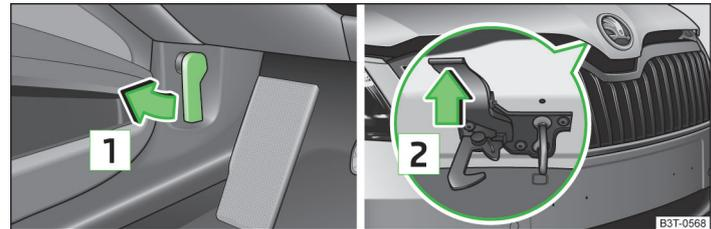

Abb. 161 Entriegelungshebel für Motorraumklappe / Entriegelungshebel
- Am Entriegelungshebel unterhalb der Schalttafel in Pfeilrichtung 1 ziehen » Abb. 161.
- Den Entriegelungshebel in Pfeilrichtung 2 drücken » Abb. 161, die Motorraumklappe wird entriegelt.
Niemals die Motorraumklappe am Entriegelungshebel öffnen » Abb. 161.